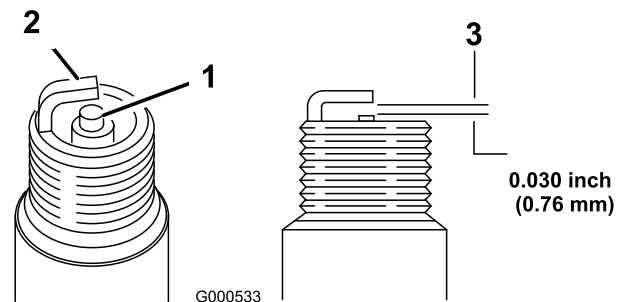

Figura 22
5. Fije el hueco entre los electrodos en 0,76 mm (0,030 pulg.) (Figura 22).